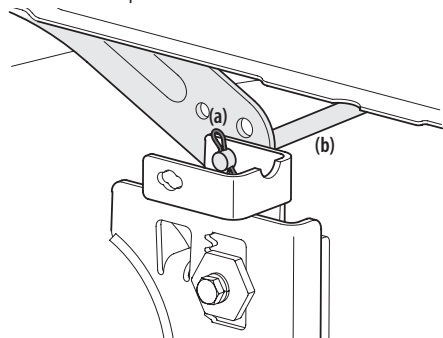

Figura 31
- Mirando la plataforma de corte desde el lado izquierdo del tractor, ubique el pasador de chaveta (a) que sujeta la varilla de soporte de la plataforma (b) del lado posterior izquierdo de la plataforma. Consulte la Figura 31. Extraiga el pasador de chaveta (a) que sujeta la varilla de soporte de la plataforma (b), y con cuidado saque el soporte de la plataforma del brazo de elevación de la plataforma.